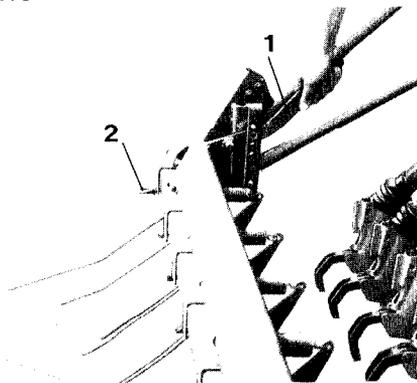

Fig. 78
L'intensité du travail des recouvreurs à flexi-doigts ou leur effet d'appui sur le sol, se module de façon appropriée selon les conditions du terrain, au moyen du réglage central de position (fig. 78/1). Lorsque le réglage est effectué correctement, il ne doit subsister aucun billon après le passage des recouvreurs à flexi-doigts.
**Au transport**, dévisser les éléments flexi-doigts extérieurs et les retirer de manière à ne pas dépasser la largeur autorisée au transport. Pour desserrer la vis à anneau (fig. 78/2), utiliser si nécessaire la manivelle pour contrôle de débit à poste fixe.